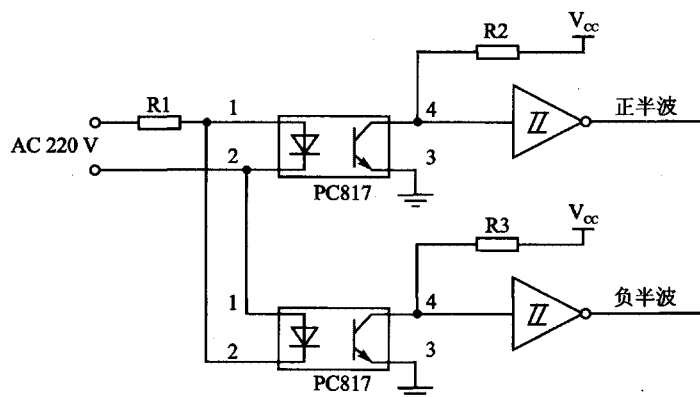

图 18.3 过零检测电路 A
① 正半波和负半波分别检测的电路参见图 18.3: 过零检测电路 A。
这个电路与图 18.3 所示电路在功能上有点类似,也是检测正半波和负半波的过零信号,区别在于它是通过一个通道送出的。